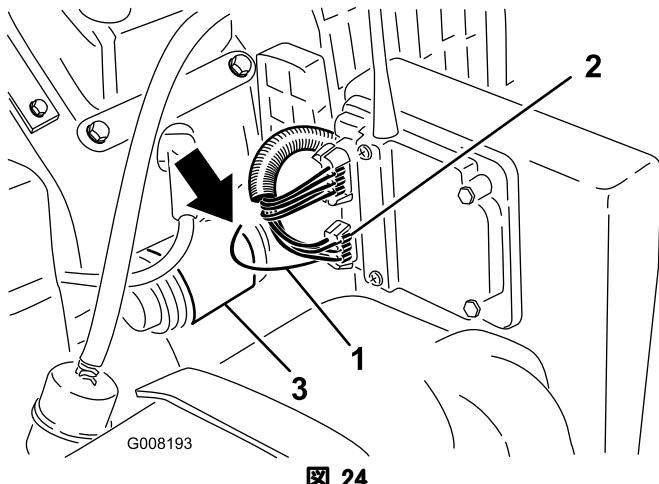

図 24
- ワイヤ・ハーネスに折込んである黒と黄色のストライプの電気コード(レシーバの 6 ピンコネクタから出ている)を探し出す(図 24)。この電気コードをチューブから引き出す。